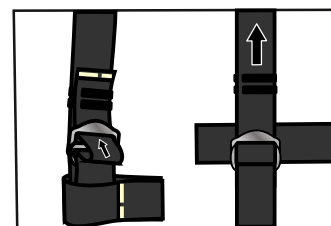

рис. 8
- отрегулируйте длину и натяжение лямок (рис. 8);